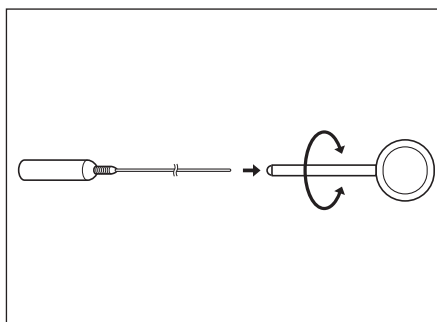

図 3.12
5. マグネットユニットの後端部をマグネット操作部先端のツール挿入口に時計方向にねじ込みます。(図 3.12 参照)